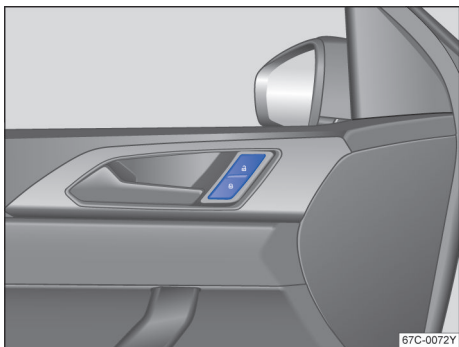

图 46 驾驶员侧车门内：中央门锁按钮
如短时间内反复按压汽车钥匙上的按钮→图 40 或中央门锁某个按钮→图 46，则中央门锁系统将暂时关闭，防止系统过载。然后汽车处于解锁状态约 30 秒钟。在此期间，若未打开车门或行李厢盖，随后汽车将自动闭锁。
按压按钮→图 46：
- 按压  按钮→图 46